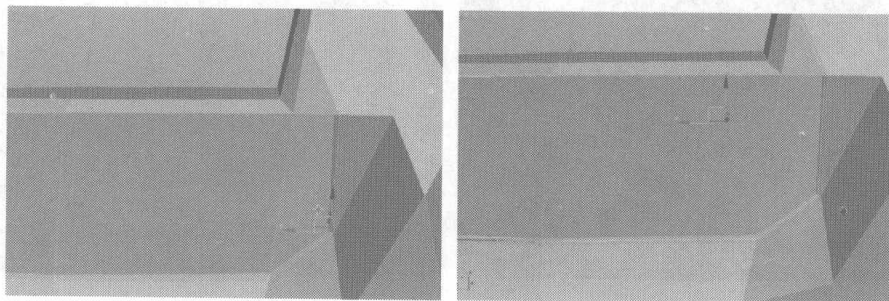

图 7.132
- 26** 选择倒角中间的曲线，单击 **Connect** 按钮，添加一条曲线，如图 7.132 所示。然后沿着 X 轴向内移动曲线，如图 7.133 所示。渲染效果如图 7.134 所示。